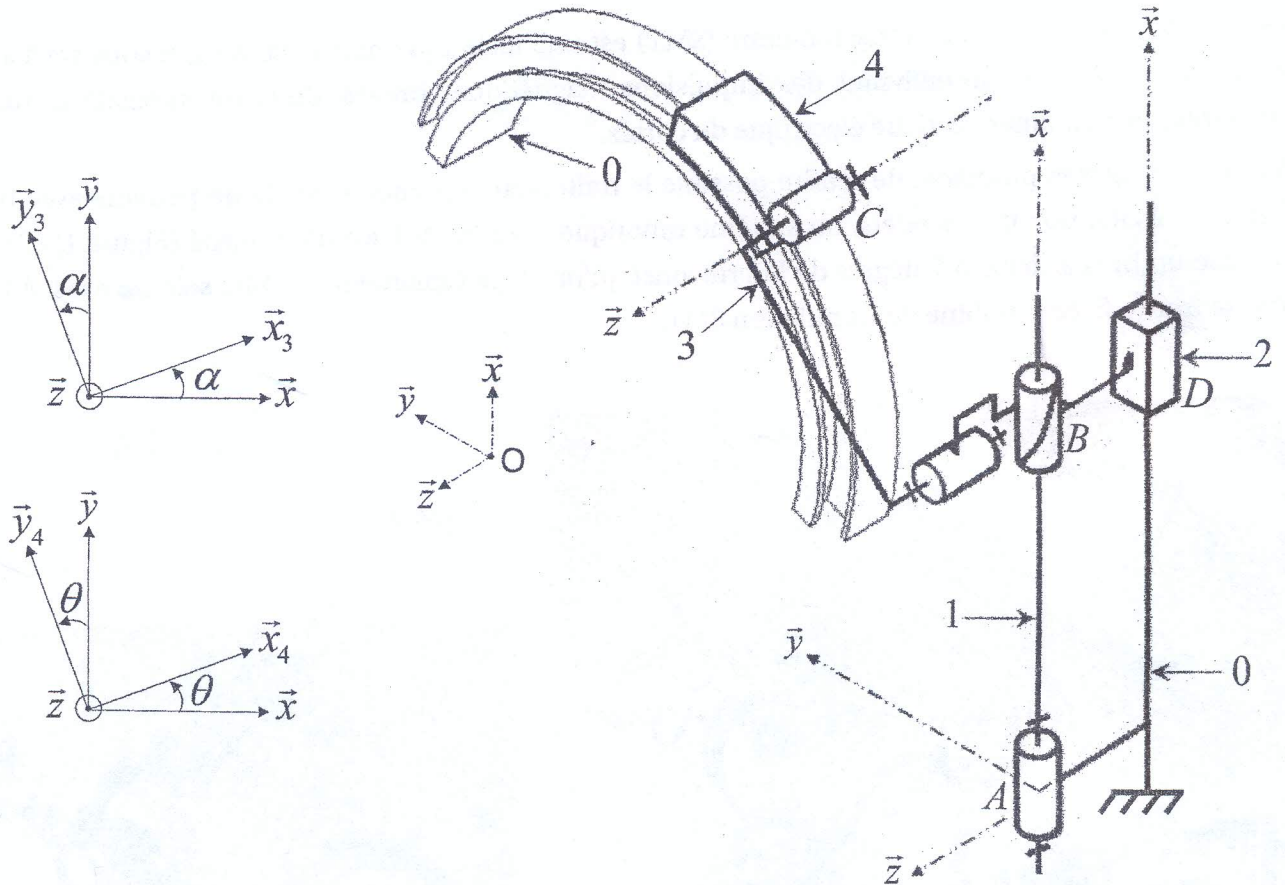

FIGURE 2 – Schéma cinématique spatial du système de transformation de mouvement de l'axe 1
Le sujet proposé vise à étudier l'axe 1 du système robotisé. Le schéma cinématique du dispositif de transformation de mouvement de cet axe est représenté par la Figure 2. Il est constitué des éléments suivants :
- Un guidage circulaire fixé au bâti (0) auquel est lié le repère  $\mathcal{R}(O, \vec{x}, \vec{y}, \vec{z})$  supposé galiléen.
- Une vis (1), à laquelle est lié le repère  $\mathcal{R}_1(A, \vec{x}, \vec{y}_1, \vec{z}_1)$ , en liaison pivot parfaite d'axe  $(A, \vec{x}_1)$  avec le bâti (0) tel que  $\vec{\Omega}(1/0) = \omega_1(t) \vec{x}$ .
- Un coulisseau (2), auquel est lié le repère  $\mathcal{R}_2(D, \vec{x}, \vec{y}, \vec{z})$ , en liaison glissière parfaite d'axe  $(D, \vec{x})$  avec le bâti (0) d'une part et en liaison hélicoïdale, à droite de pas  $p$ , d'axe  $(B, \vec{x})$  avec la vis (1) d'autre part.
- Une bielle (3) en liaison pivot parfaite d'axe  $(B, \vec{z})$  avec le coulisseau (2) d'une part et en liaison pivot parfaite d'axe  $(C, \vec{z})$  avec l'élément piloté (4) d'autre part. Le repère  $\mathcal{R}_3(B, \vec{x}_3, \vec{y}_3, \vec{z})$  est lié à la bielle (3) tel que  $\alpha = (\vec{x}, \vec{x}_3) = (\vec{y}, \vec{y}_3)$ .
- Un élément piloté (4) en contact avec le guidage circulaire (0). Cette liaison est modélisée par une liaison pivot parfaite d'axe  $(O, \vec{z})$  non représentée dans le schéma cinématique (Figure 2). Le repère  $\mathcal{R}_4(O, \vec{x}_4, \vec{y}_4, \vec{z})$  est lié à l'élément (4) tel que  $\theta = (\vec{x}, \vec{x}_4) = (\vec{y}, \vec{y}_4)$ .